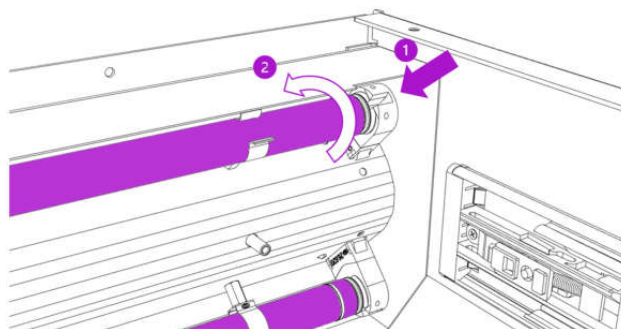

Abb. 18
1. Neues Leuchtmittel wie in Abb. 18 (1) einsetzen. Leuchtmittel um 90° in Pfeilrichtung (2) drehen, bis ein Klickgeräusch zu hören ist. **Beachten: Zum Betrieb müssen immer zwei Leuchtmittel eingesetzt sein.**